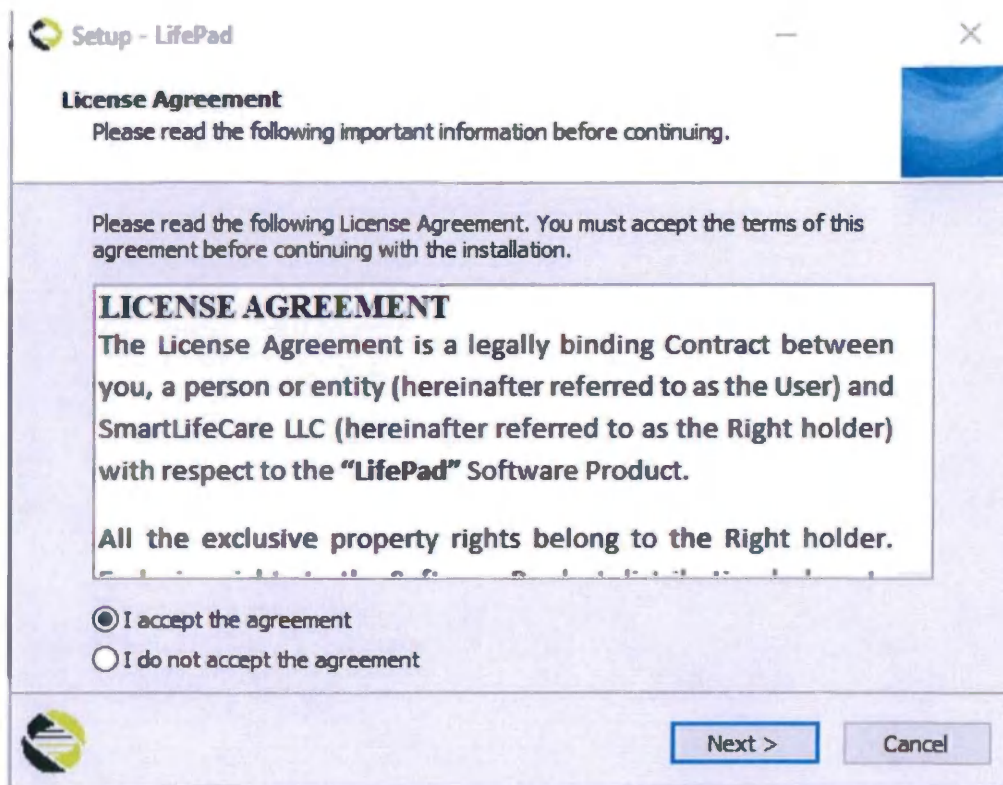

Рисунок 13. Выбираем «Next» («Далее»)
5. Следуйте подсказкам при установке, рекомендуется не изменять выбранные по умолчанию параметры (рисунок 13 – рисунок 17):